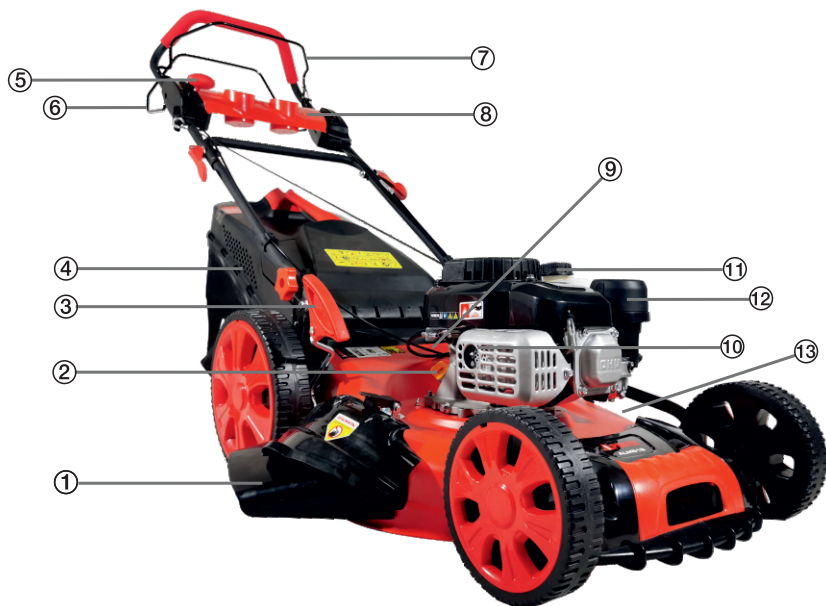

РИС.1
3. Установите рычаг газа в положение «Минимальный газ» (вверх). Рисунок 1 для моделей ALM 41S/41P/46P и Рисунок 2 для ALM51S.